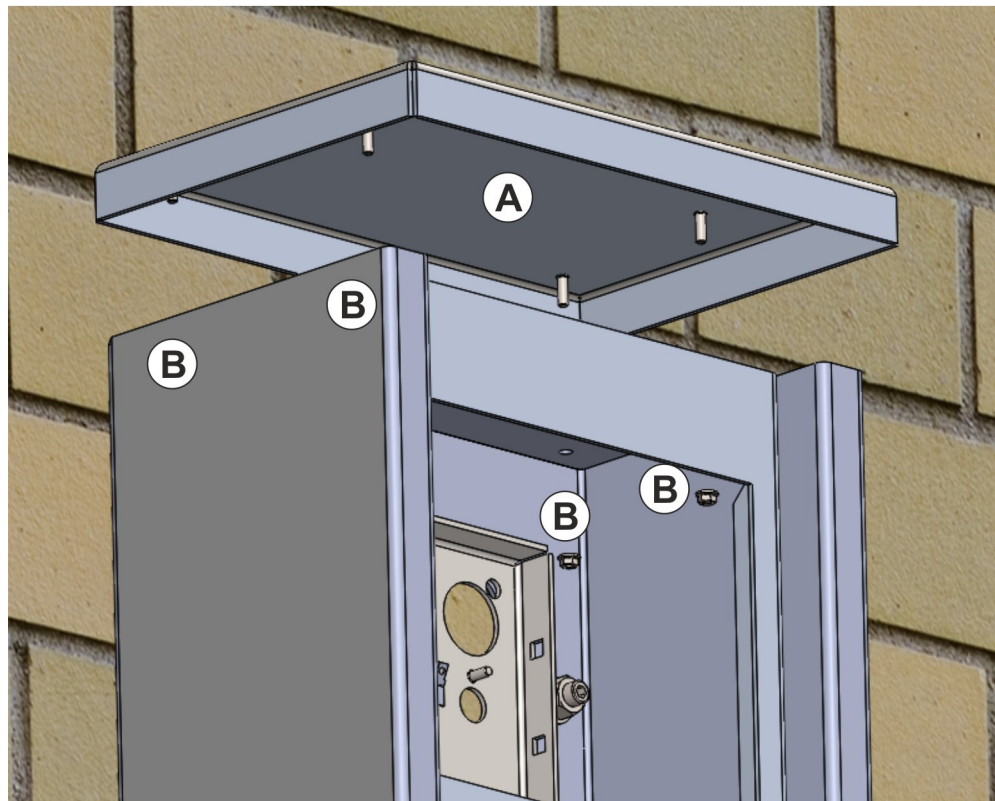

Abb. 21: Aufsetzen und Verschrauben des Säulendachs
- ◆ Im nächsten Schritt wird das gewünschte Säulendach (A) aufgesetzt und von innen mit den im Beipack des Säulendachs befindlichen vier Muttern M5 (B) verschraubt (siehe Abb. 21).